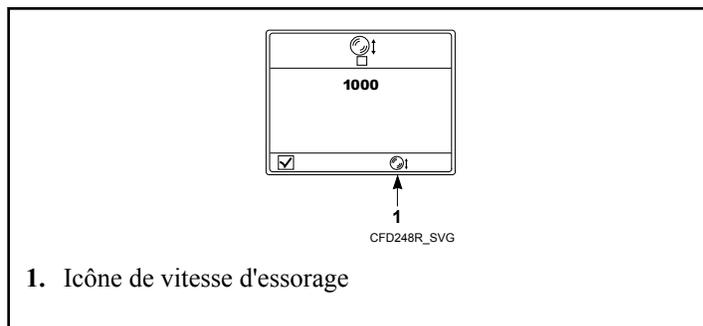

Figure 46
2. Appuyer sur la touche sous l'icône de case à cocher. Se reporter à la *Figure 41*. L'icône de vitesse d'essorage apparaît. Se reporter à la *Figure 46*.
3. Appuyer sur la touche sous l'icône de vitesse d'essorage. Se reporter à la *Figure 46*. La vitesse d'essorage peut maintenant être modifiée.